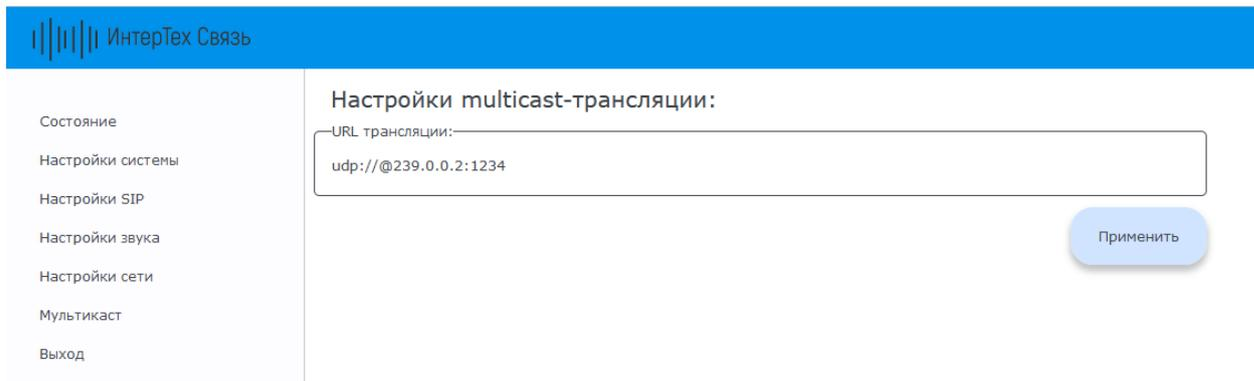

Рисунок 10 – Меню «Мультикаст»
2.5.7.1 Для снижения нагрузки на сеть и на сервер трансляции на устройстве предусмотрена настройка приёма мультикаст трансляции. Настройка осуществляется в меню «Мультикаст» (рисунок 10).
2.5.7.2 Для настройки приёма мультикаст трансляции необходимо в области «Настройки multicast-трансляции» заполнить поле «URL трансляции» – указать URL-адрес принимаемой мультикаст трансляции. Далее нажать кнопку «Применить» (см. рисунок 10).